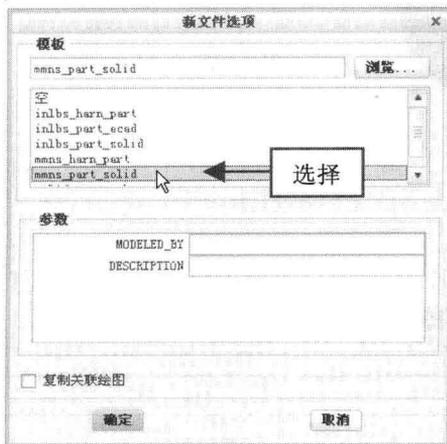

图 1-6 选择相应选项
步骤 ③ 取消选中【使用默认模板】复选框，单击【确定】按钮，在弹出的【新文件选项】对话框中选择 mmns_part_solid 选项，如图 1-6 所示。